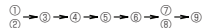

Fig. 4-1
- Преди да започнете работата по модула, отворете ГОРНА ЧАСТ НА КОРПУСА НА СОМР и ПРЕДНА ЧАСТ НА КОРПУСА НА СОМР и отстранете фиксиращите части COMP. (Fig. 4-1)